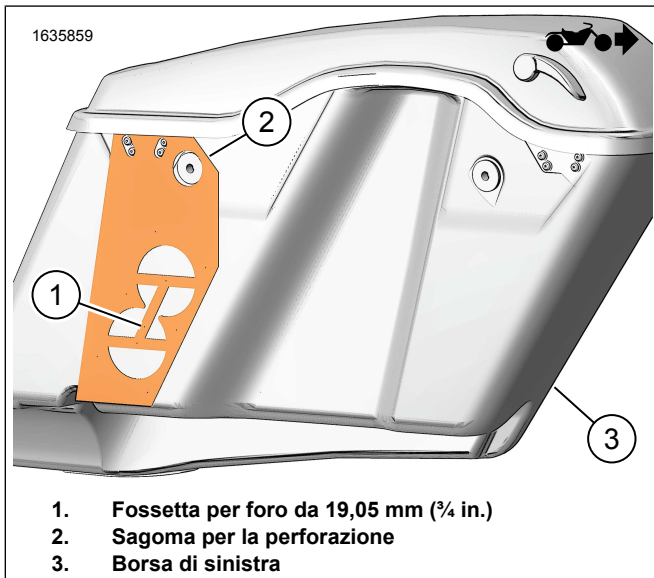

Figura 3. Borsa di sinistra
4. Figura 3 Posizionare la dima di foratura (2) sulla borsa sinistra (3).
5. Modificare la borsa di sinistra (3).
- a. Centrare il punto di esecuzione dei fori (1) sulla dima.